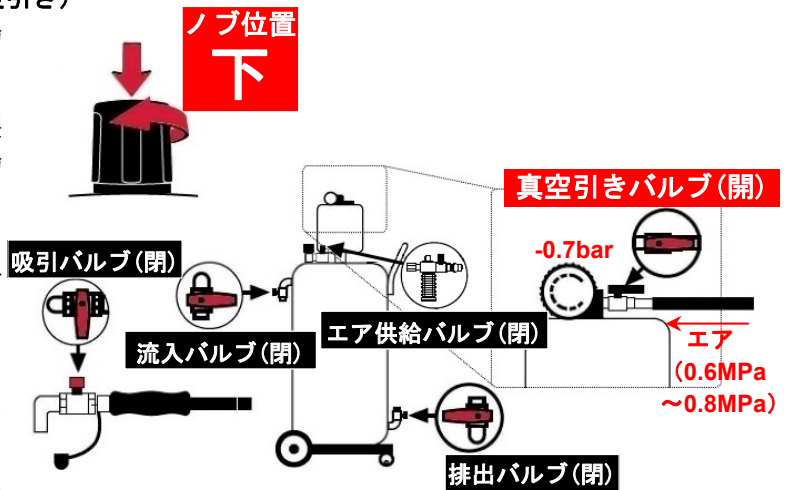

Fig.3.2
- 4) 吸引シリンダー上部のノブ位置を下にし、流入バルブ、排出バルブ、吸引バルブ、エア供給バルブを全て閉じます。(Fig.3.2)